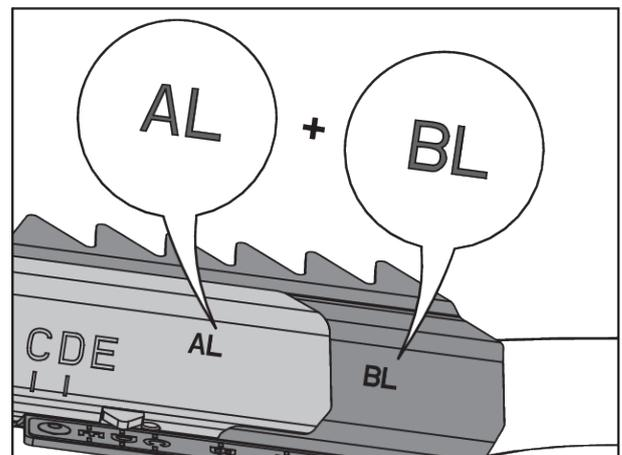

Abb. 79: Wurfflügelkombination
- Siehe *Abb. 79 Wurfflügelkombination*